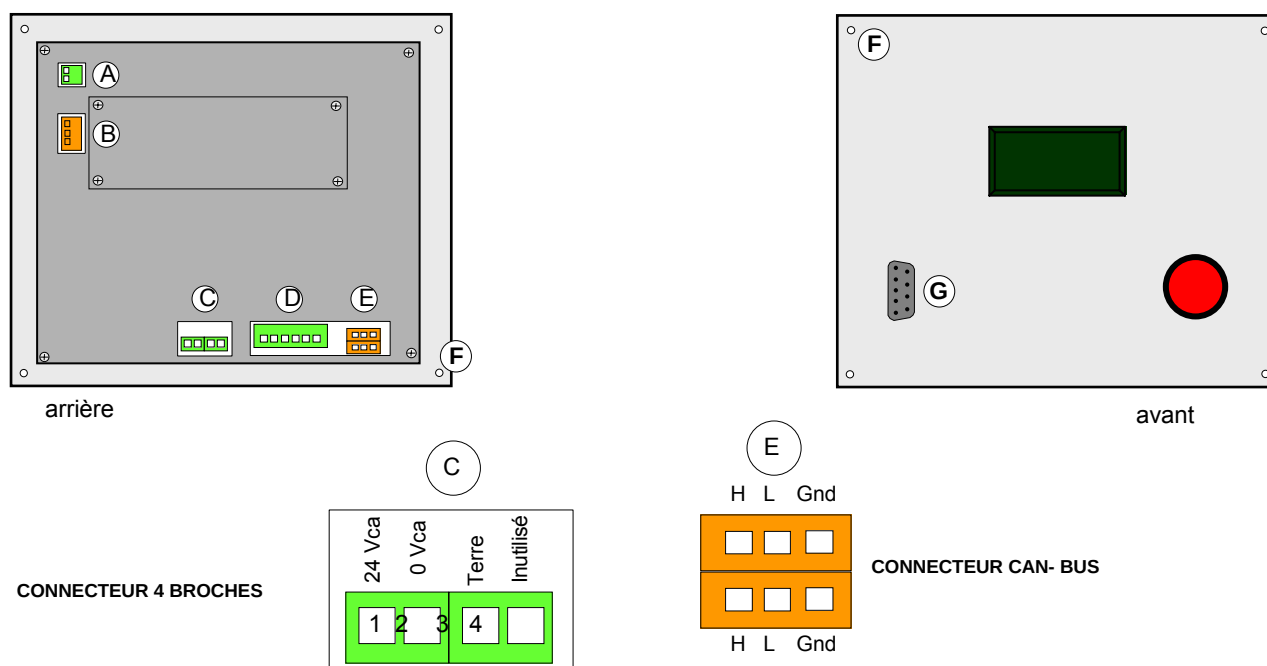

Figure 13 Vue arrière du DDC et détail des branchements électriques
- Alimentation électrique du tableau de contrôle numérique (DDC) (voir instructions page 32 et point C Figure 13/page 31).
- Comment raccorder le Tableau de contrôle numérique (DDC) à l'appareil, sur réseau CAN (voir instructions page 33 et point E Figure 13/page 31).
La Figure 13 illustre les vues arrière et avant du DDC avec leurs branchements électriques ; la figure montre les points « C » et « E » qui servent au branchement pour les deux procédures citées plus haut.
LÉGENDE DE LA Figure 13
Tableau 6 Légende de la Figure 13 : détails du DDC